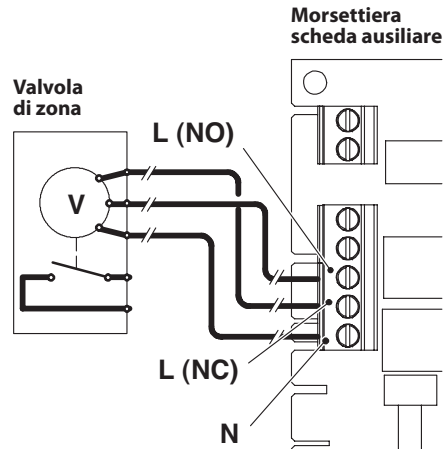

Figura 5.28
Per il collegamento della valvola di zona servirsi dei morsetti della scheda ausiliare **N** (neutro comune), **L (NO)** linea 230V ~ (valvola apre impianto riscaldamento), **L (NC)** linea 230V ~ (valvola chiude impianto riscaldamento) Figura 5.28.